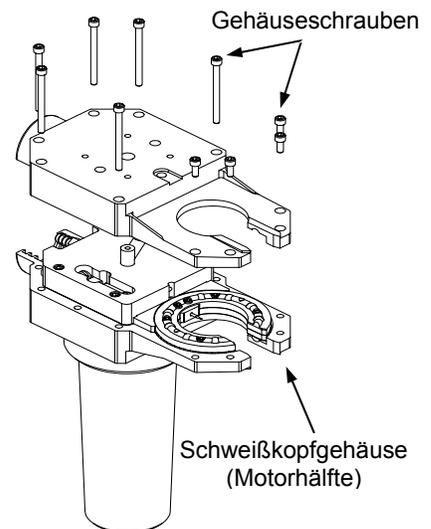

Abbildung 32 Entfernen des Halteringhälfte des Schweißkopfgehäuses
5. Entfernen Sie die Schweißkopfgehäuseschrauben aus dem Gehäuse. Trennen Sie die Halteringhälfte des Schweißkopfgehäuses durch vorsichtiges Hin- und Herdrehen von der Motorhälfte. Siehe Abbildung 32.
6. Die beiden Hälften des Schweißkopfgehäuses vorsichtig trennen, damit die Innenteile nicht beschädigt werden. Siehe Abbildung 32.